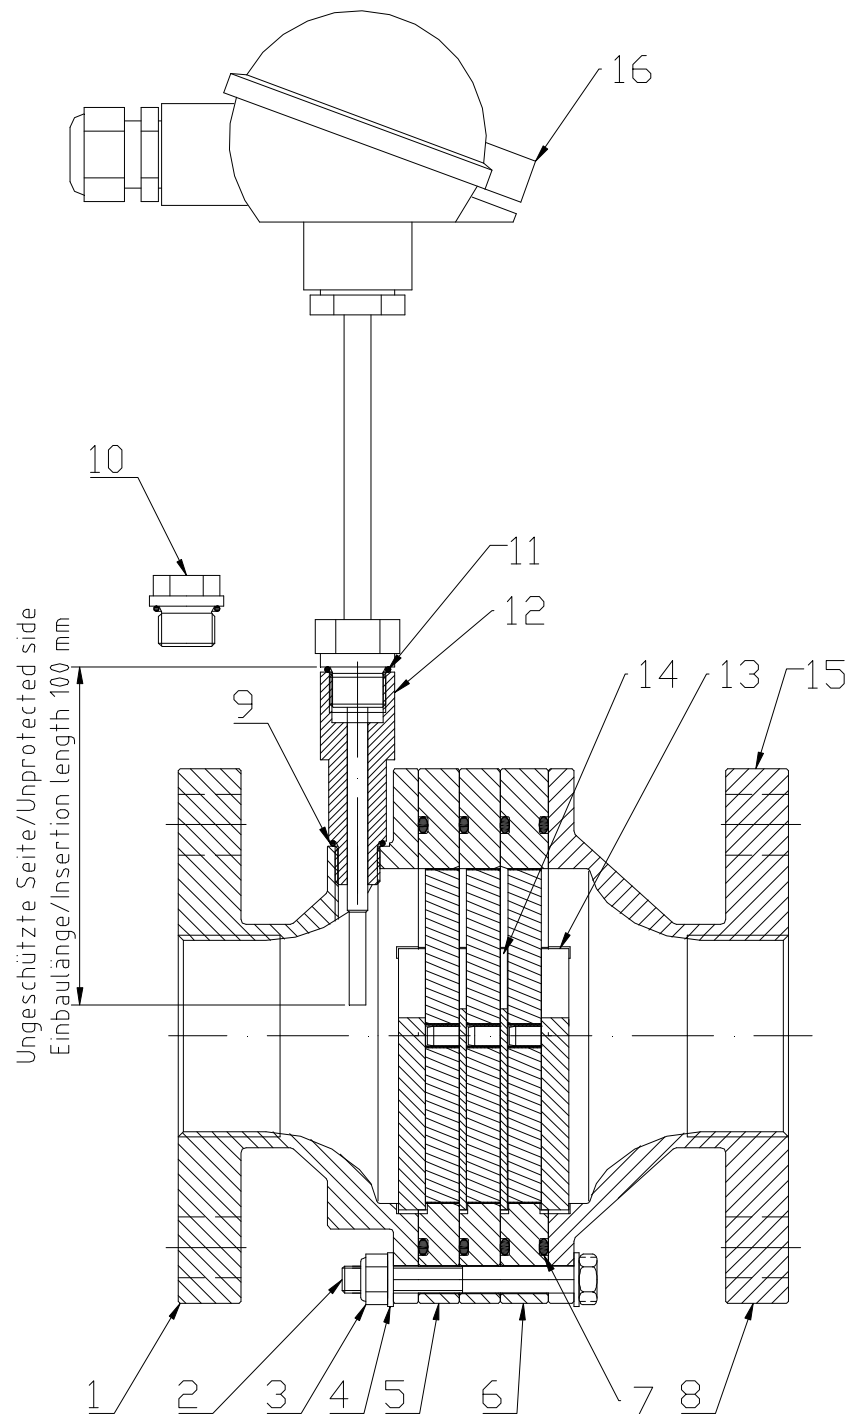

Bild 1
(Siehe Bild 1)
Die Bandsicherung (6) immer zuerst auf Gehäuse (8) auflegen, um die Abdichtung am Gehäuse und der folgenden Bandsicherung (5) sicherzustellen. (Siehe Bild 1).
- die vollständige Seriennummer (SN)
- Bestellnummer und Bestellbezeichnung (Position siehe **Bild 1**)